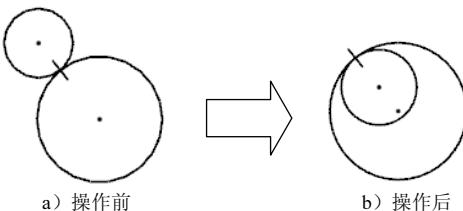

图 5.9.3 备选解操作实例
下面用一个具体的实例说明“备选解”的操作。如图 5.9.3 所示，绘制的是两个相切的圆。我们知道两圆相切有“外切”和“内切”两种情况。如果不想要图 5.9.3a 中所示的“外切”的图形，可以通过“备选解”操作，把它们转换为“内切”的形式，具体步骤如下：
- Step 4** 定义对象。分别选取图 5.9.3 所示的任意一个圆，则实现“备选解”操作，如图 5.9.3b 所示。